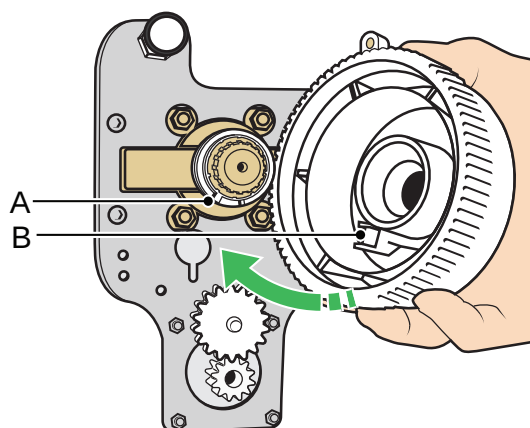

Figure 131
16. Positionnez la grande molette sur les cannelures du mitigeur et assurez-vous que le bouton d'arrêt d'urgence (B) s'emboîte correctement dans l'encoche de la bague d'arrêt (A). Ne faites pas tourner la cannelure. Voir Figure 131.